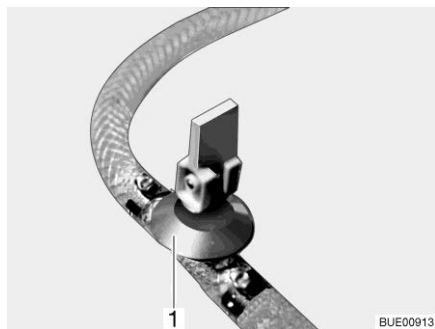

Fig. 230 Robinet de vidange
- Fermer le(s) robinet(s) de vidange. Placer le levier à bascule (Fig. 230,1) en position horizontale.
- Ouvrir le(s) robinet(s) de vidange (Fig. 230). Pour cela, placer le levier à bascule (Fig. 230,1) en position verticale. Le chauffe-eau se vide à l'extérieur.